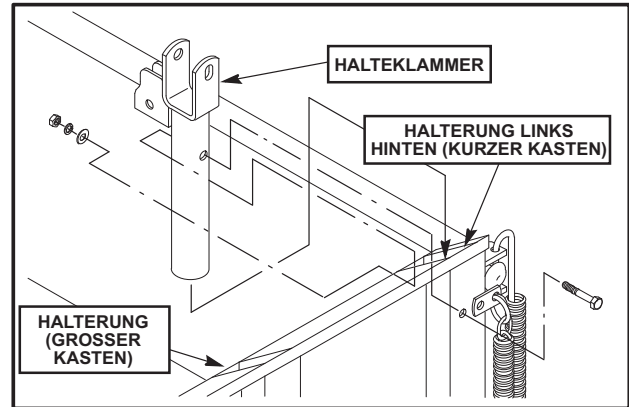

Abbildung 29
2. Setzen Sie die Halteklammer in den Halter an der Hinterseite des linken Kastens (siehe Abb. 29). **Sollte Ihr Fahrzeug mit einem anderen Kasten als dem kurzen Kasten ausgestattet sein, so wird die Halteklammer in der Mitte der Halterung angebracht** (so ist die Halterung näher zur Hinterseite als zur Mitte des Kastens).
3. Sichern Sie die Halteklammer am seitlichen Kasten mithilfe einer (1) 3/8-16 x 2 1/2" Schraube (Teilenummer 301431), einer (1) 3/8 flachen Unterlegscheibe (Teilenummer 306981), einer (1) 3/8 Sicherungsscheibe (Teilenummer 120177) und einer (1) 3/8-16 Mutter (Teilenummer 306562).